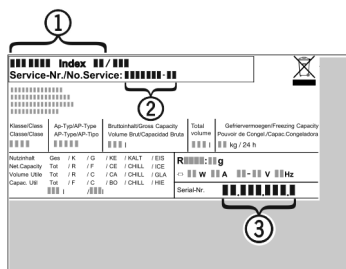

Fig. 11
- ▶ A készülék megnevezését Fig. 11 (1), a szerviz- Fig. 11 (2) és sorozatszámot Fig. 11 (3) a típustábláról olvassa le. A típustábla a készülék belsejében baloldalon található.
- ▶ Értse a vevőszolgálatot a hibáról, és adja meg neki a készülék megnevezését Fig. 11 (1), a szerviz- Fig. 11 (2) és a sorozatszámot Fig. 11 (3).